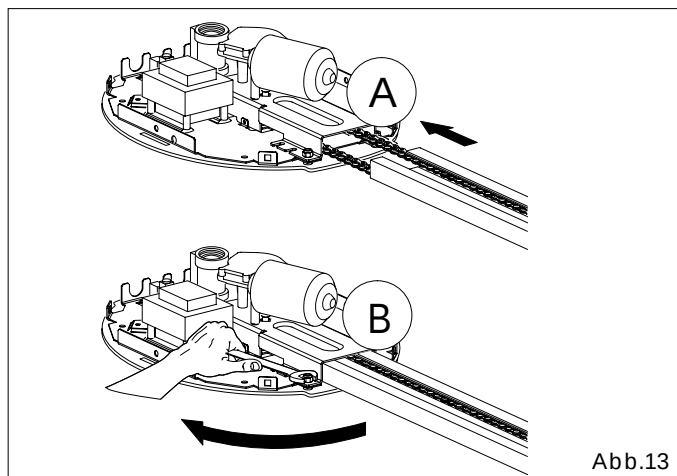

Abb.13
5.8 Das Motoraggregat ausrichten und den Längsträger gemäß Abb.13 (Bez.A) bis zum Anschlag einführen.
5.9 Das Motoraggregat mit einem geeigneten Schlüssel (Abb.13 Bez.B) befestigen.